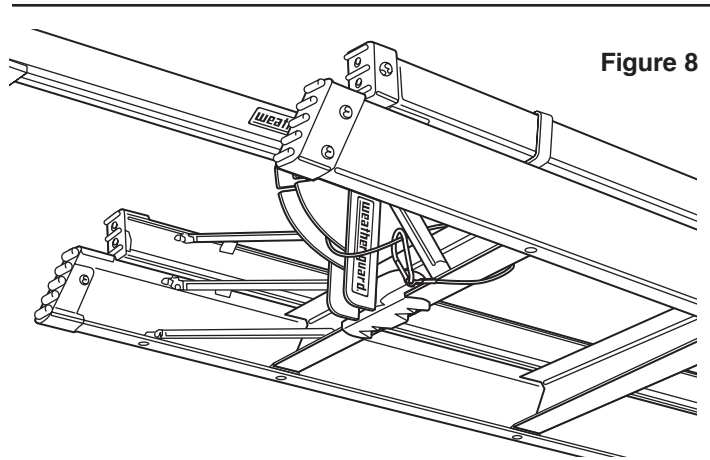

Figure 8
9. Enroulez le câble de sécurité autour de l'échelon inférieur et pincez-le sur lui-même tel qu'indiqué à la figure 8. Fixez toujours le câble de sécurité autour d'un échelon. D'autres pièces de l'échelle pourraient ne pas être assez solides pour retenir l'échelle en cas d'accident.